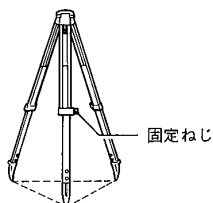

図 4.1
- 1) 三脚の下部のバンドをはずし、固定ねじをゆるめます。(図 4.1)